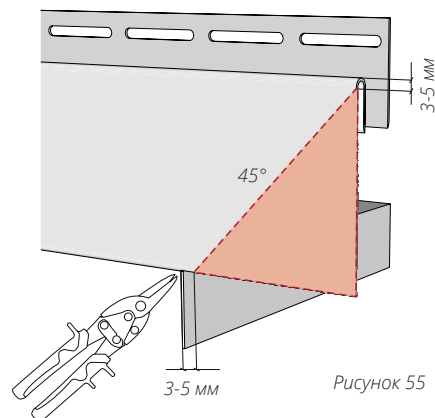
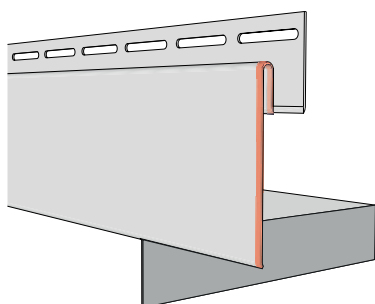
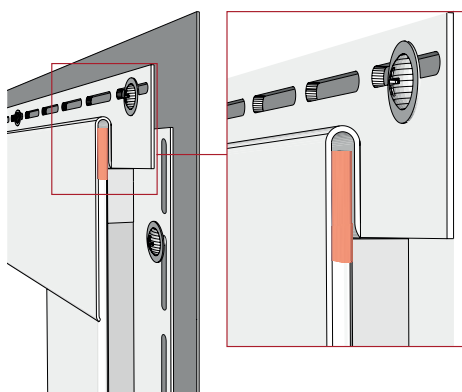

Рисунок 55
Рисунок 63
Рисунок 66
13.11 Если соединение околооконных планок нужно выполнить под углом 45°, верхнюю околооконную планку с обеих сторон нужно подрезать согласно рис. 55.
- 13.15** После монтажа околооконные и финишные планки должны оставаться подвижными. На рис. 63, 64, 65 показаны части, которые необходимо точно подогнать. На рис. 66 показана верхняя часть боковой околооконной планки, которую можно поджать, используя клещи прямые, чтобы в месте примыкания был более легкий ход. При подрезе верхней околооконной планки под углом 45° (рис. 55) использовать поджим не нужно.